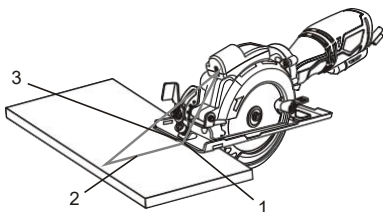

Fig. 9
NOTA: Para alinhar a lâmina da serra com a marca de corte, use as marcas guia na frente da lâmina (Fig. 9). Use a marca de corte 0° (1) e a linha de laser (2) para cortes em ângulo reto. Use a marca de 45° (3) para cortes em ângulos de 45°. Faça sempre um corte de teste numa peça antes de cortar o novo material.